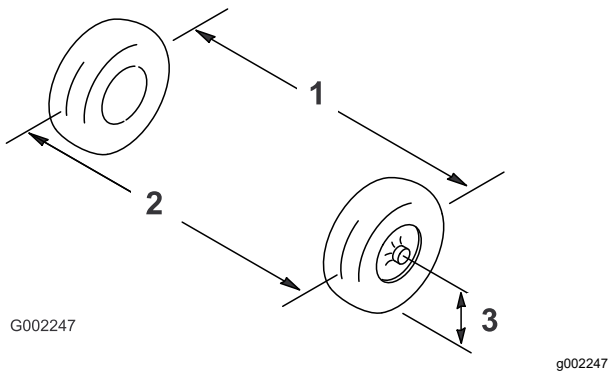

图 101
- 2. 以轮轴的高度为标准测出前轮的轮前距离和轮后距离图 101。